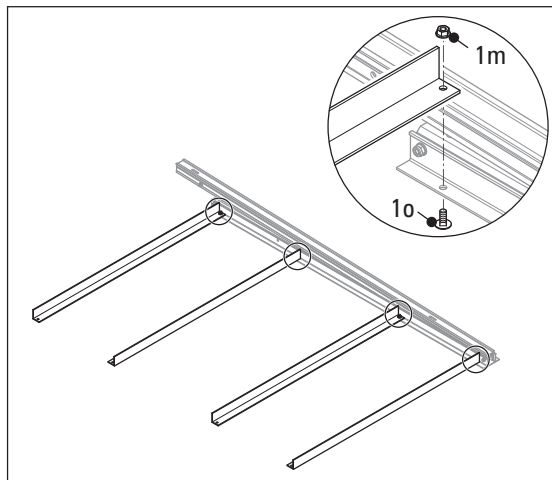
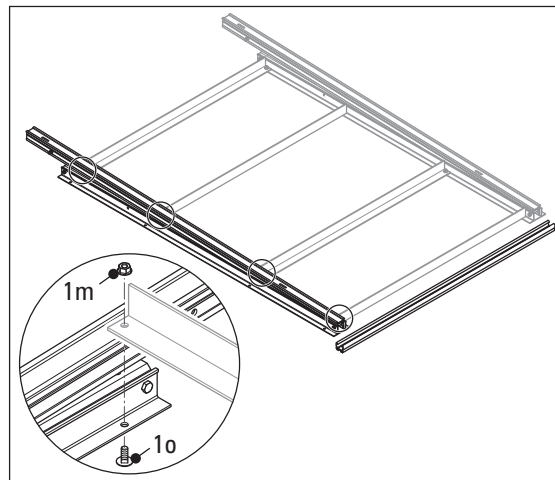

Fig. 3-6 Montage des entretoises
Fig. 3-7 Montage du second triangle avec entretoises transversales
4. Enfoncez les boulons à tête bombée (pos. 1o) par le dessous dans les alésages pré-perçés (figure agrandie 3-6) et placez les entretoises transversales orthogonalement par rapport au triangle de base avec les orifices des vis pré-perçés en correspondance avec les boulons à tête bombée (fig. 3-6).
5. Fixez les vis hexagonales à l'aide des écrous hexagonaux avec denture de blocage (pos. 1m).
6. Orientez le second triangle dans la position de montage de votre choix sur la face libre des entretoises transversales à l'aide du rail de profilé de montage, (fig. 3-7).
Si l'on met en place une ossature pour toit-terrasse pour plus de deux capteurs plans EKS26P, il faut, dans un premier temps, ne monter que la première partie de l'ossature de base jusqu'à l'étape 7 incluse (comme illustré dans la fig. 3-7) pour un capteur plan. Le kit d'extension doit être monté entre l'ossature de base, car, sinon, la position des capteurs plans se décale sur le support et n'est pas symétrique.
Si l'on met en place une ossature pour toit-terrasse pour plus de deux capteurs plans EKSV26P, il faut, dans un premier temps, ne monter que la première partie de l'ossature de base jusqu'à l'étape 7 incluse (comme illustré dans la fig. 3-7) pour un capteur plan. Le kit d'extension doit être monté entre l'ossature de base, car, sinon, la position des capteurs plans se décale sur le support et n'est pas symétrique.
1. Placez un triangle de base du kit d'extension respectif de manière adéquate (voir fig. 3-6) et installez et fixez-le selon le principe déjà décrit pour le kit de base.